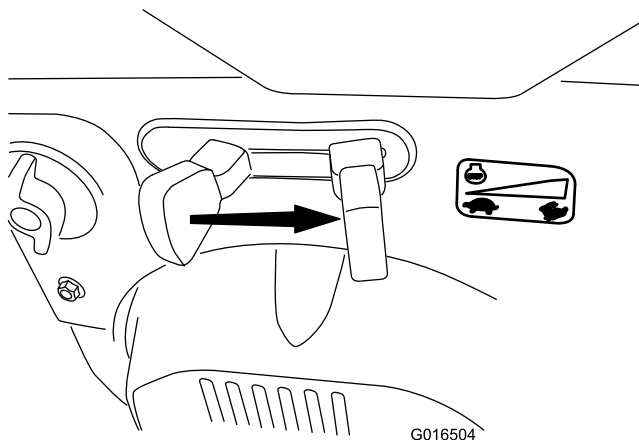

Figure 30
6. Placez la manette d'accélérateur en position haut régime (Figure 30).